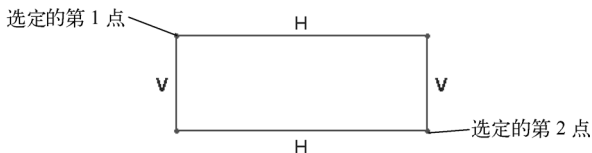

图 2-9 绘制矩形
- 2) 在绘图区域用鼠标左键指定放置矩形的一个顶点, 然后指定另一个顶点以指示矩形的对角线, 从而完成绘制矩形, 如图 2-9 所示, 该矩形具有水平边和竖直边。